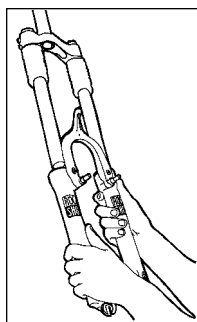

Fig. 5
- Faites glisser l'ensemble monocoque du tube inférieur hors de son logement (Voir Fig. 5). Retirez les gaines de fourche.